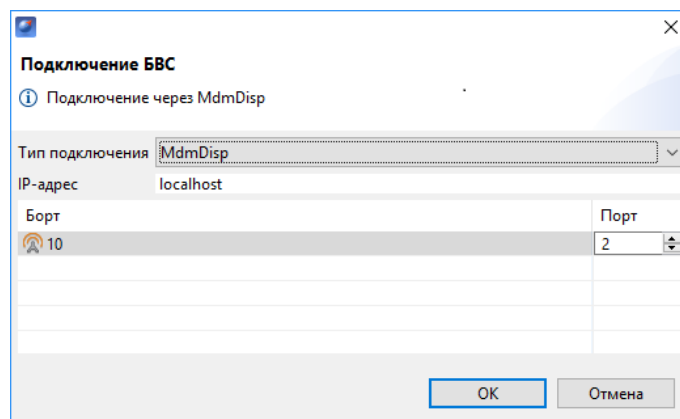

Рис. 95: Окно подключения БВС
3. Нажмите кнопку **ОК** (рис. 95).